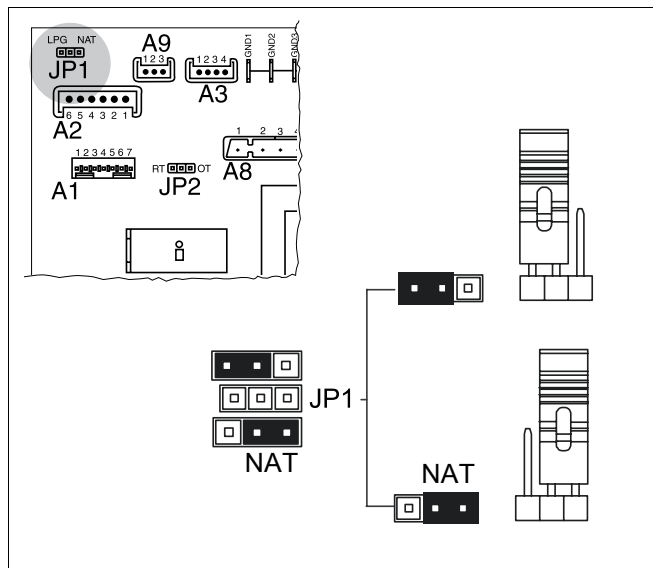

Рис. 50 Перенастройка сжиженный газ/природный газ
- Переключку JP1 (рис. 50) на плате регулирования переставить в положение "NAT".